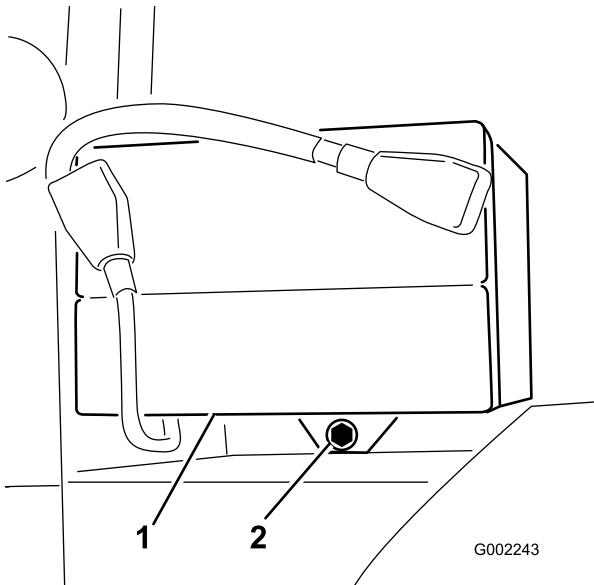

Bild 45
2. Nehmen Sie die Batteriehalterungen und -befestigungen ab (Bild 45).
3. Setzen Sie die Batteriehalterung auf und befestigen Sie sie mit den drei vorher entfernten Befestigungen (Bild 45).